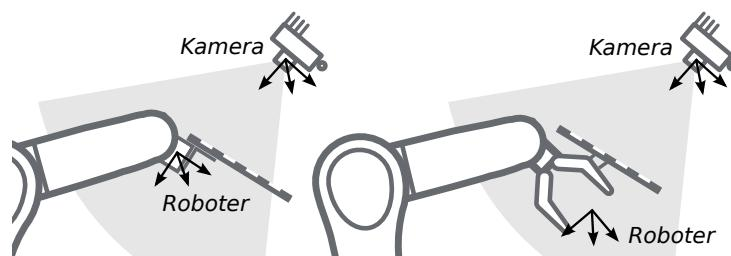

Abb. 6.25: Alternative Montageoptionen für die Befestigung des Kalibriermusters am Roboter
6.24 und Abb. 6.25 angegeben, angebracht werden.
Bemerkung: Für das Modul zur Hand-Auge-Kalibrierung spielt es keine Rolle, wie das Kalibriermuster in Bezug auf das benutzerdefinierte Roboter-Koordinatensystem genau angebracht und positioniert wird. Das bedeutet, dass die relative Positionierung des Kalibriermusters zu diesem Koordinatensystem weder bekannt sein muss, noch für die Kalibrierroutine relevant ist (siehe in Abb. 6.25).